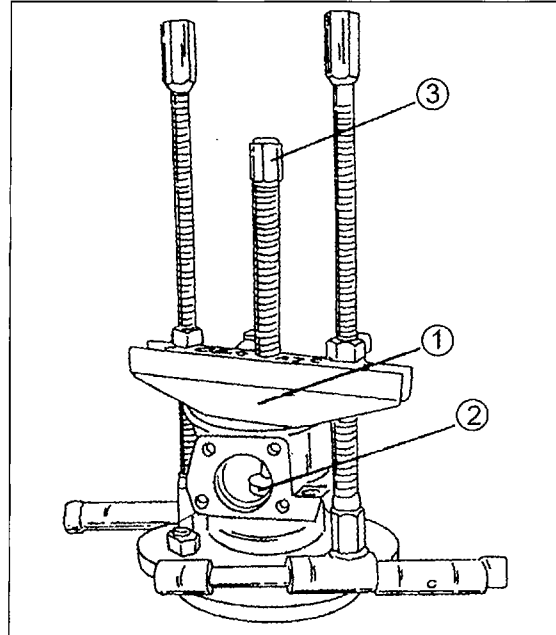

Bild 230
- Der auf der Radnabe verbleibende Lagerring sowie die Lagereinstellscheibe mit einem Abzieher herunterziehen. Die Klauen des Abziehers müssen dabei unter das Lager untergreifen. In Bild 230 ist die Benutzung eines Universalabziehers gezeigt. Gleichzeitig werden die Lagereinstellscheibe (3) der Lagerkäf-